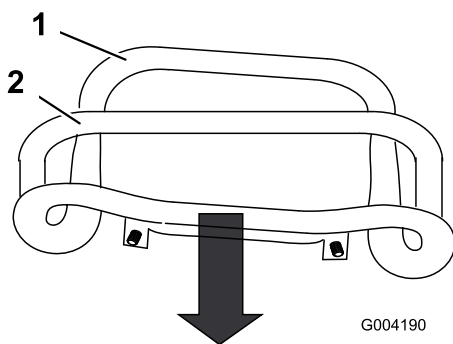

Figura 52
3. Tire hacia atrás del control de tracción hasta que la parte delantera del control entre en contacto con la barra de referencia (Figura 52).